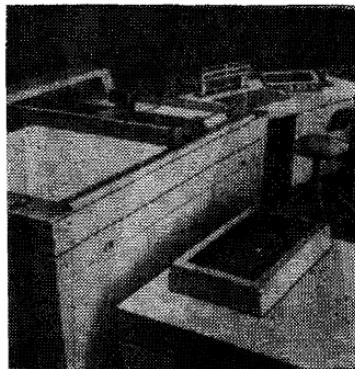

Рис. 44. Картимат III
8.14. Система картимат (рис. 44) предназначена для графической и цифровой обработки геодезических данных, выпускается в трех вариантах: картимат-I, картимат-II и картимат-III и представляет собой комплект устройств, основой которого является автоматический универсальный прецизионный координатор.